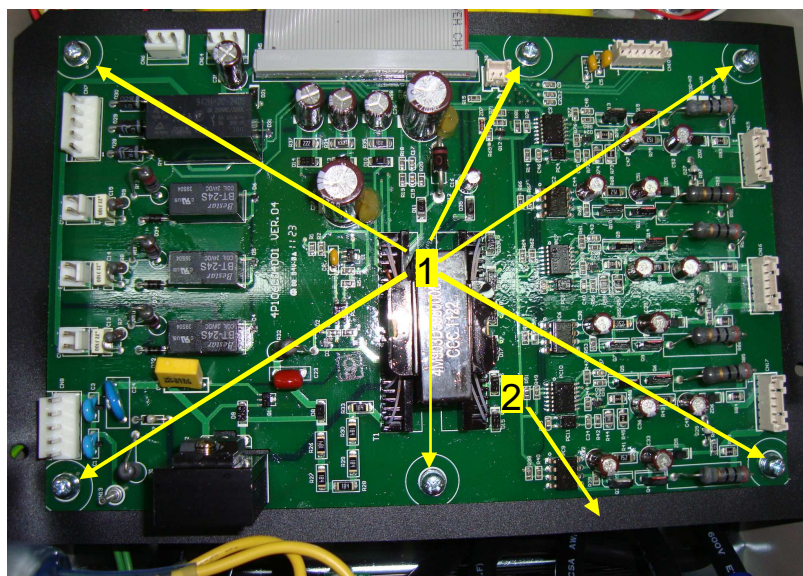

Рисунок 6.15 Плата драйверов (розетки кабелей отсоединены):
- 6.6.2. Выкрутить шесть винтов 1, снять плату драйверов и находящуюся под ней прокладку 2 (рисунок 6.15). Положить винты, плату и прокладку в тару.